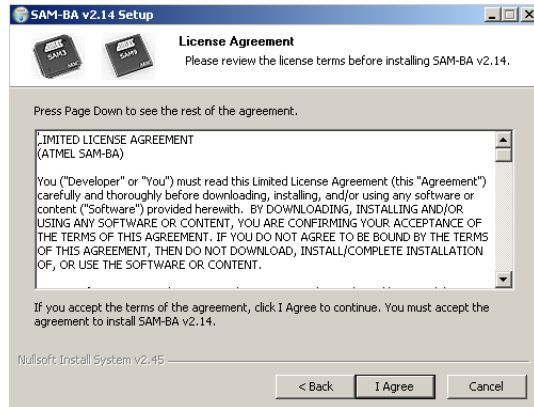

Рисунок 2.7 – Окно лицензионного соглашения
2.2.6.3 Далее, в окне лицензионного соглашения, необходимо ознакомиться и согласится с предлагаемым лицензионным соглашением, нажав на кнопку «I Agree» (рисунок 2.7).